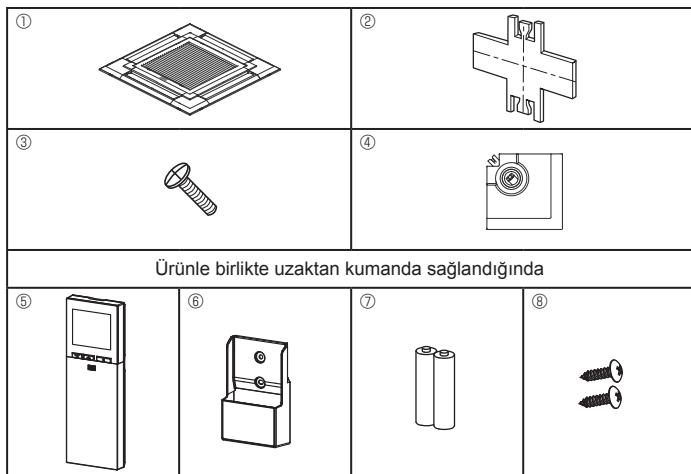

Fig. 7-1
7.1. İçindekilerin kontrolü (Fig. 7-1)